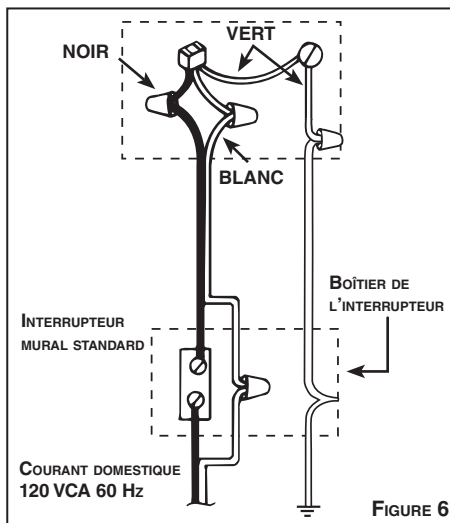

FIGURE 6
3. Voir la Figure 6. Raccorder les fils d'alimentation aux fils du ventilateur : le NOIR avec le NOIR, le BLANC avec le BLANC. Reliez le fil de mise à la terre au fil VERT de mise à la terre du ventilateur.